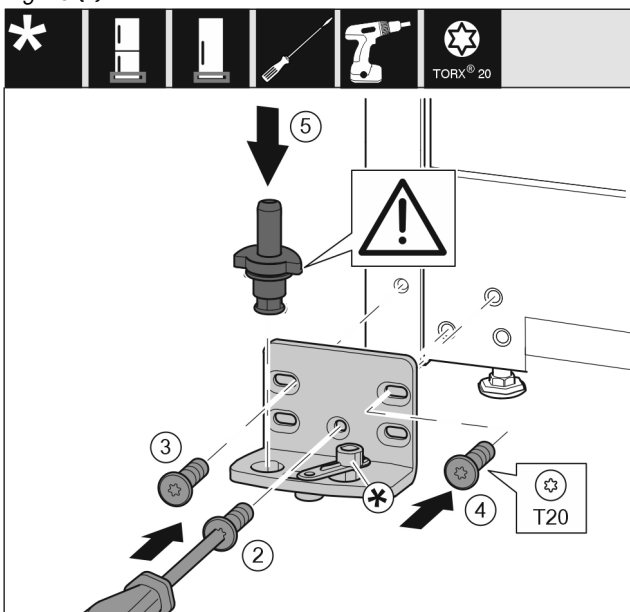

Fig. 14
- Applicare il blocco di supporto sull'altro lato e avvitarlo con un cacciavite T20. Iniziare dalla vite 2 in basso al centro. Fig. 14 (2)
- Serrare la vite 3 e 4. Fig. 14 (3,4)
- Inserire completamente il perno di supporto. Fare attenzione che la camma di arresto sia rivolta verso il lato posteriore. Fig. 14 (5)